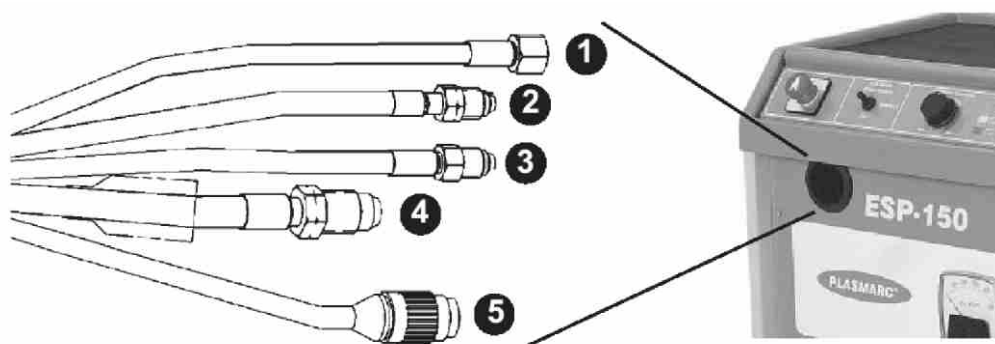

Figura 10 – Para aplicações com tocha manual, passe as conexões de serviço através da anel de borracha na frente do ESP-150 e faça as conexões como mostrado.
- 1) Abra a tampa superior da frente para obter acesso às conexões da tocha. (Figura 10)